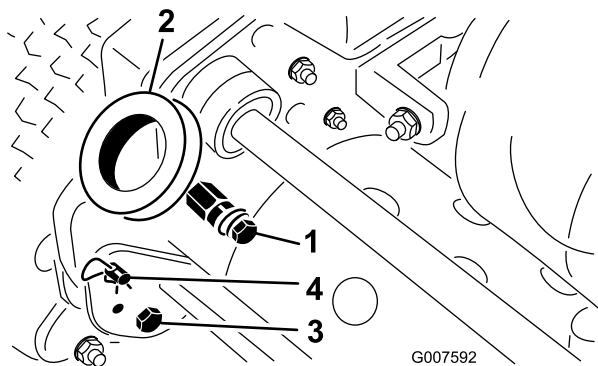

Figura 2
1. Togliete i bulloni, i dadi di bloccaggio e le rondelle che fissano la base dei bracci della stegola su ciascun lato della macchina (Figura 2).
2. Togliete le coppiglie a forcina ed i perni ad anello che fissano i bracci della stegola sul retro dell''intelaiatura (Figura 2).
3. Inserite le estremità della stegola nei fori dei bracci della stegola, ed allineate i fori con i perni di montaggio (Figura 2).
1. Togliete le coppiglie a forcina dai perni ad anello situati su ciascun lato della macchina (Figura 2).
2. Sostenete la stegola e togliete i perni ad anello da ciascun lato, quindi alzate o abbassate la stegola nella posizione di servizio desiderata (Figura 2).